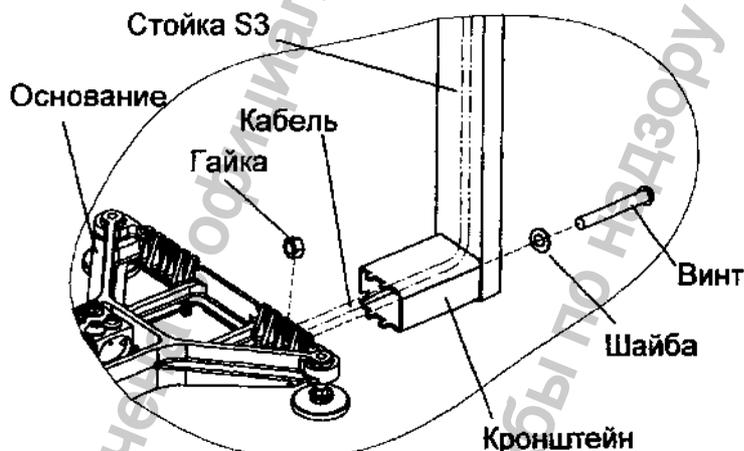

Рисунок 6.3 - Крепление прямоугольной стойки к основанию весовой платформы ТВ-S_A
- обязательно протянуть кабель весовой платформы через кронштейн и стойку (см. рисунок 6.3);